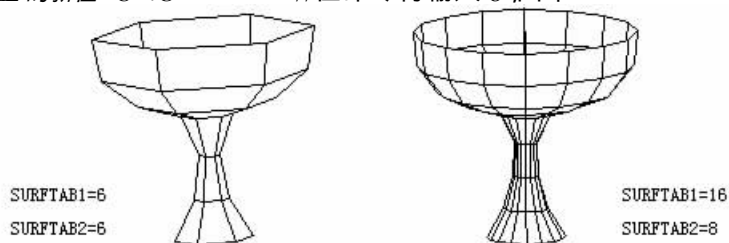

图 11.57 线框密度值不同所显示的图形外观对比
(1) 命令行中有“输入曲面的经线数目”、“输入曲面的纬线数目”、“输入曲面的线段数目”等提示,输入的值越大,则曲面越光滑,图形更像三维图。
(2) 后续介绍的命令中(11.5.2 节~11.5.7 节),命令行均要提示“当前线框密度: SURFTAB1=6 SURFTAB2=6”,其作用也同上述一样,一个是经线的线段数目,另一个是纬线的线段数目。因此,可以在输入绘制曲面命令之前,先将线框密度值改大。如图 11.57 所示线框密度值的不同所显示的曲面。